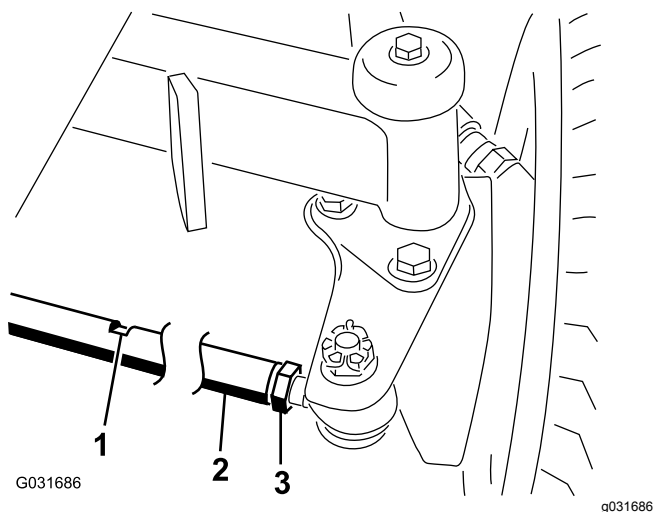

Figura 66
2. Afloje las contratuercas de ambos extremos del tirante (Figura 66).